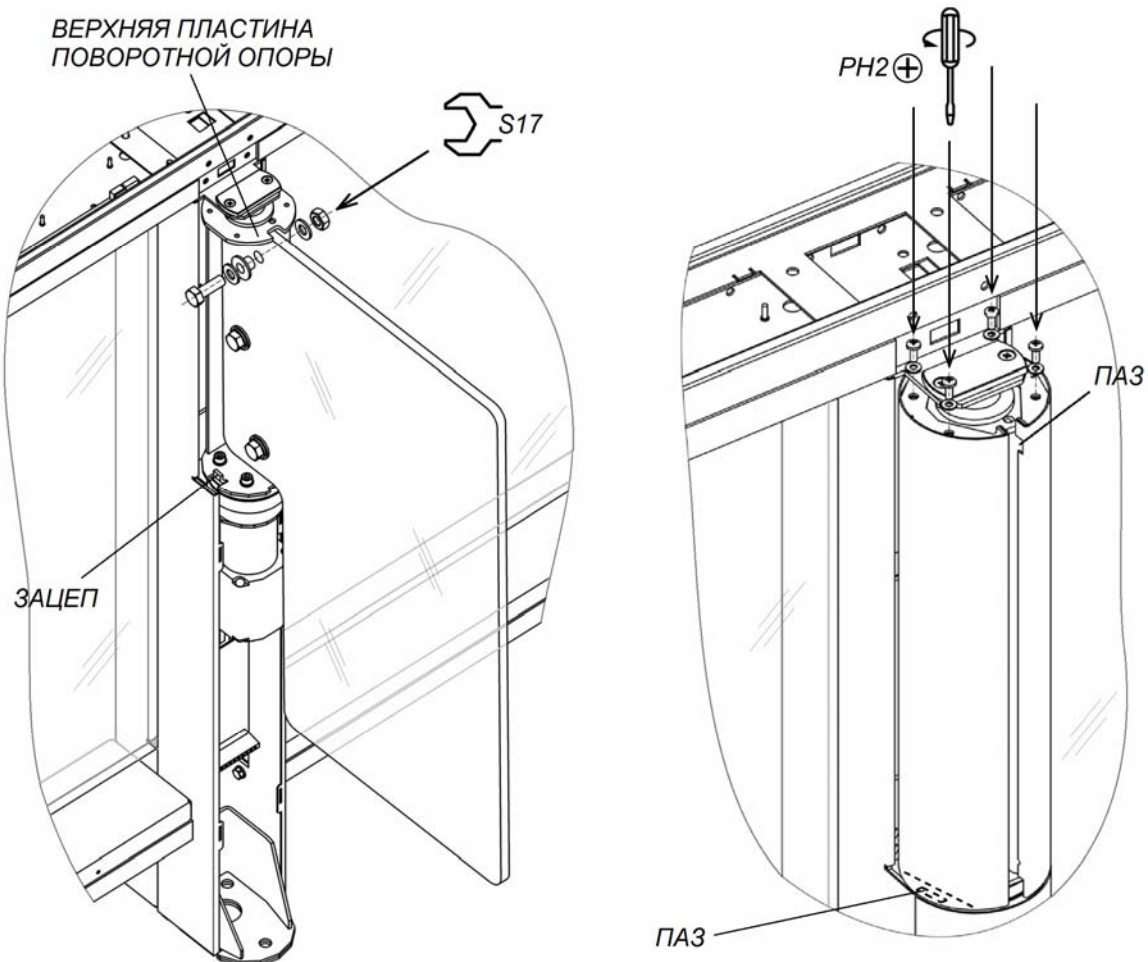

Рисунок 23. Створка и кожух створки
- Проконтролируйте состояние светодиодов на платах ДКЗП, расположенных в верхних (12) и нижних (15) коробах секций *Master* и *Slave* (в нижних коробах необходимо предварительно снять их крышки, см. разд. 8.8.8):
- в случае отсутствия связи между платами ДКЗП и платой управления светодиоды на платах ДКЗП будут мигать – необходимо проверить надежность крепления кабелей DC (19) и CAN (20) в клеммных колодках.
- Установите кожухи центральных стоек (5) (разд. 8.8.1).
- Установите кожухи створок (4) (см. рис. 23, разд. 8.8.5) (взять в комплекте принадлежностей).
Снятие или установку створки производите вдвоем. Створка к поворотной опоре крепится в трех местах при помощи болтов М10×30, шайб 10, втулок пластиковых и гаек М10 (см. рис. 23). Используйте рожковые ключи S17.
2. Смонтируйте одну из частей кожуха на поворотную опору створки. Для этого оденьте кожух на верхнюю пластину поворотной опоры через пазы в верхней части кожуха, после чего сдвиньте кожух вниз до конца, введя нижний паз кожуха в зацеп, расположенный в нижней части поворотной опоры (см. рис. 23).